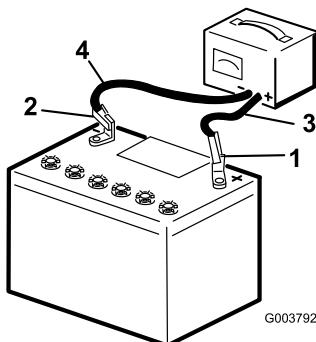

Figure 37
3. Chargez la batterie pendant 10 à 15 minutes entre 25 et 30 A, ou pendant 30 minutes entre 4 et 6 A (Figure 37). Ne chargez pas la batterie excessivement.
4. Quand la batterie est chargée au maximum, débranchez le chargeur de la prise, puis débranchez les fils du chargeur des bornes de la batterie (Figure 37).